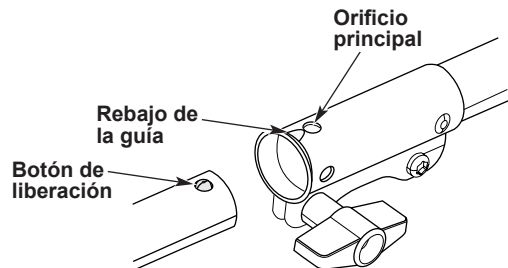

Fig. 4
4. Alinee el botón de liberación con el rebajo de la guía (Fig. 4).
3. Presione y mantenga presionado el botón de liberación (Fig. 4).